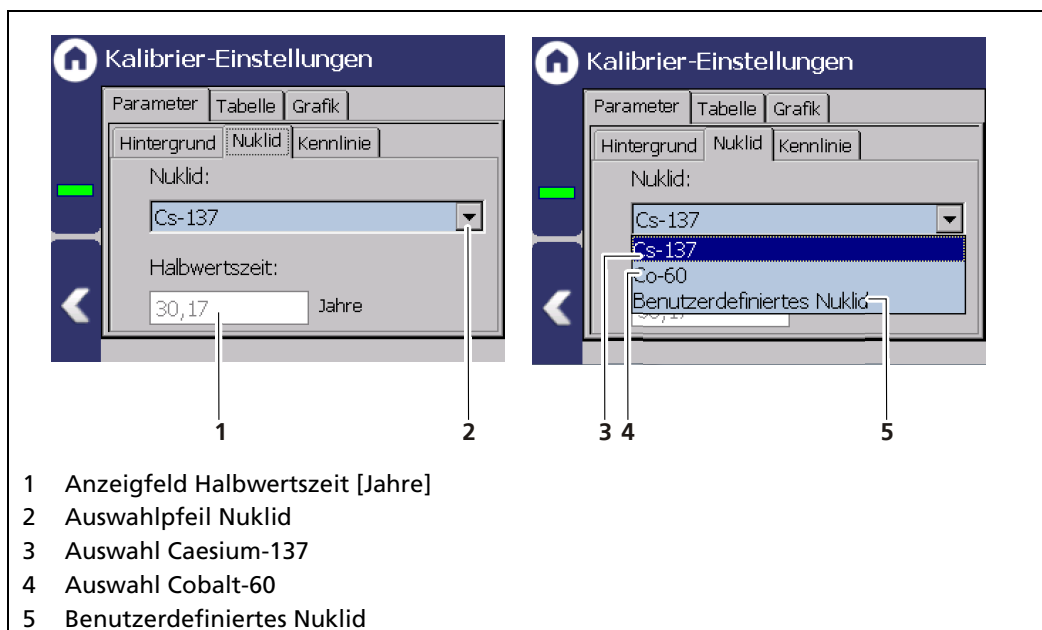
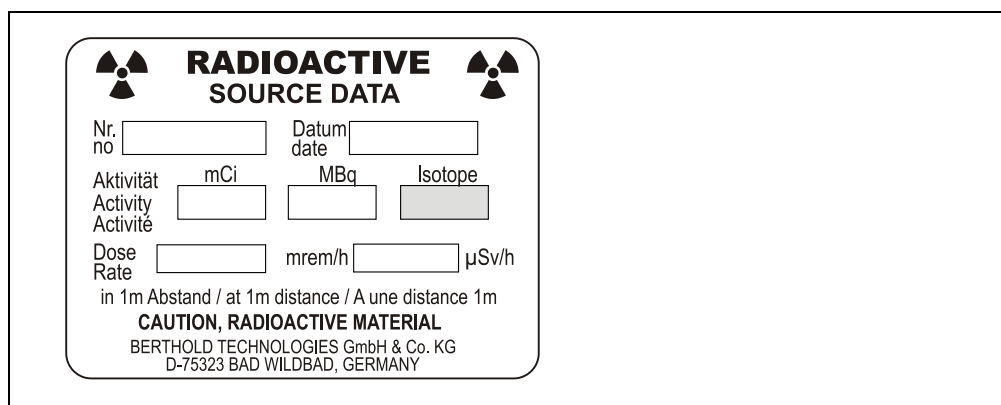

Abb. 77 Kalibrier-Parameter: Nuklid
Abb. 78 Typenschild Strahler
In der Registerkarte „Nuklid“ kann das verwendete Isotop ausgewählt werden. Die Halbwertszeit des Isotops wird im Anzeigefeld (Abb. 77, Pos.1) angezeigt.
1. Klicken Sie auf den Auswahlpfeil (Abb. 77, Pos.2).
2. Wählen Sie das verwendete Isotop aus. Cs-137 (Abb. 77, Pos.3) oder Co-60 (Abb. 77, Pos.4). Das Isotop des Strahlers steht auf dem Typenschild der Abschirmung (Abb. 78).
3. Bei der Auswahl „Benutzerdefiniertes Nuklid“ (Abb. 77, Pos.5) kann die Halbwertszeit des Isotops eingegeben werden.